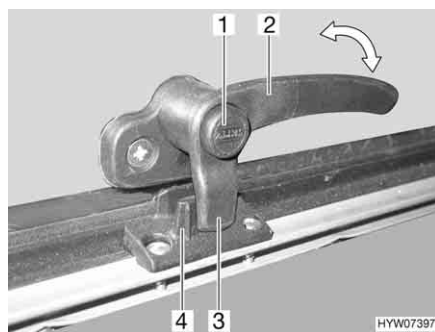
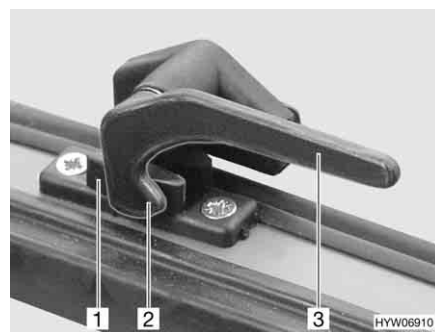

Fig. 47 Leva di serraggio con bottone di sicurezza in posizione "Chiuso"
Fig. 48 Leva di serraggio in posizione "Chiuso"
- Se presente, premere e tenere premuto il bottone di sicurezza (Fig. 47,1).
- Ruotare la leva di serraggio (Fig. 47,2 o Fig. 48,3) di un quarto di giro verso il centro della finestra.
- Ruotare la leva di serraggio (Fig. 47,2 o Fig. 48,3) di un quarto di giro verso il telaio della finestra. Il nasello di chiusura (Fig. 47,3 o Fig. 48,2) della leva di serraggio si trova completamente sul lato interno della chiusura della finestra (Fig. 47,4 o Fig. 48,1).
- In posizione "Completamente chiusa" (Fig. 47 e Fig. 48)